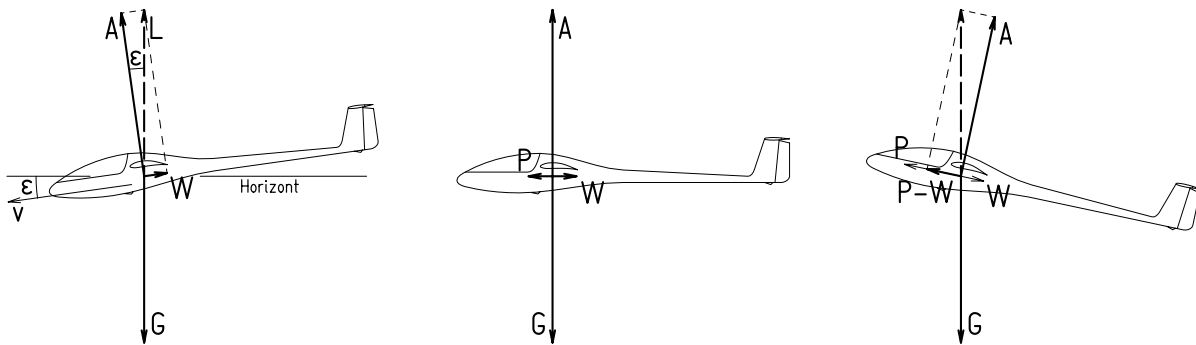

Abbildung 1: Kräfte auf ein Segelflugzeug im Gleitflug
Wir fangen mit einem einfachen Beispiel an, das jeder kennt. Segelflugzeuge können in ruhiger Luft nicht steigen. Sie haben dann eine Sinkgeschwindigkeit und eine Gleitzahl. Das gleichmäßige Gleiten wird normalerweise dargestellt wie in Abb. 1, linkes Bild. Am Flugzeug entsteht eine Auftriebskraft A senkrecht zur Flugrichtung und eine Widerstandskraft W entgegen der Flugrichtung. Beide zusammen müssen das Gewicht G des Flugzeugs tragen.
- b) Zwei Kräfte, die nicht in der gleichen Richtung wirken, kann man addieren, indem man sie zu einem Parallelogramm ergänzt. Die Summe der Kräfte ist dann die Diagonale in diesem Parallelogramm. Im linken und rechten Bild von Abb. 1 ist das Parallelogramm jeweils ein Rechteck weil die addierten Kräfte zueinander senkrecht sind.
Damit kann man die beiden anderen Bilder in Abb. 1 verstehen. Wenn ein Segelflugzeug in ruhiger Luft steigen soll benötigt es eine weitere Kraft, zum Beispiel in seiner Flugrichtung, durch ein Seil zu einem vor ihm fliegende Motorflugzeug oder einen Propeller, den es ausfahren kann. Wenn diese Kraft P gleich groß ist wie der Widerstand, entsteht das mittlere Bild. Der Auftrieb muss dann genau so groß sein wie das Fluggewicht, und die Flugrichtung ist waagrecht, es muss dann zwar nicht mehr sinken, kann aber noch nicht steigen. Erst wenn die Kraft P größer ist als der Widerstand, kann es steigen, wie dies im rechten Bild von Abb. 1 gezeigt ist.
zusätzlich um den Gleitwinkel ϵ nach unten geneigt, wie dies schon im linken Bild von Abb. 1 der Fall ist. Als Gleitwinkel ist durchweg 2° benützt, was einer Gleitzahl von 27 entspricht. Andere Gleitwinkel ändern nichts an den grundlegenden Ergebnissen.